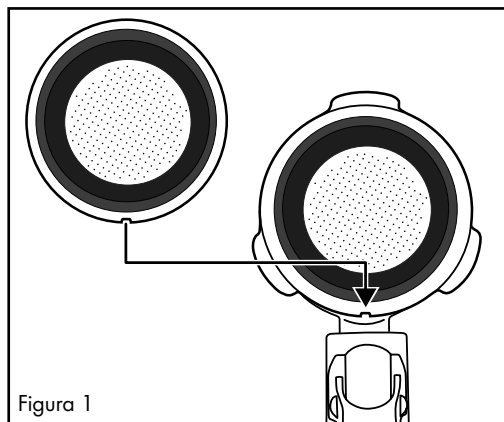

Figura 1
- Ao colocar, verifique se o pequeno entalhe no filtro de café grande **19** ou pequeno **20** fica por cima do entalhe do suporte do filtro **18** (figura 1).